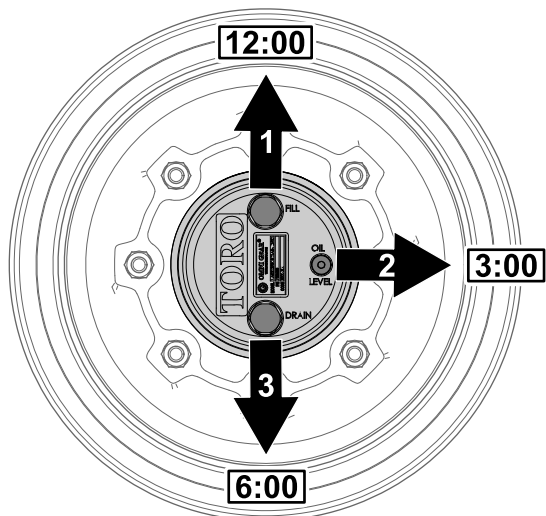

Figure 104
1. Garez la machine sur une surface plane et horizontale, puis tournez la roue de sorte que le bouchon de remplissage soit à la position 12 heures, le bouchon de contrôle soit à la position 3 heures et le bouchon de vidange soit à la position 6 heures (Figure 104).
2. Retirez le bouchon de contrôle à la position 3 heures (Figure 104).
position 3 heures et le bouchon de vidange soit à la position 6 heures ; voir Figure 104 sous Contrôle du niveau de lubrifiant du train planétaire (page 74).